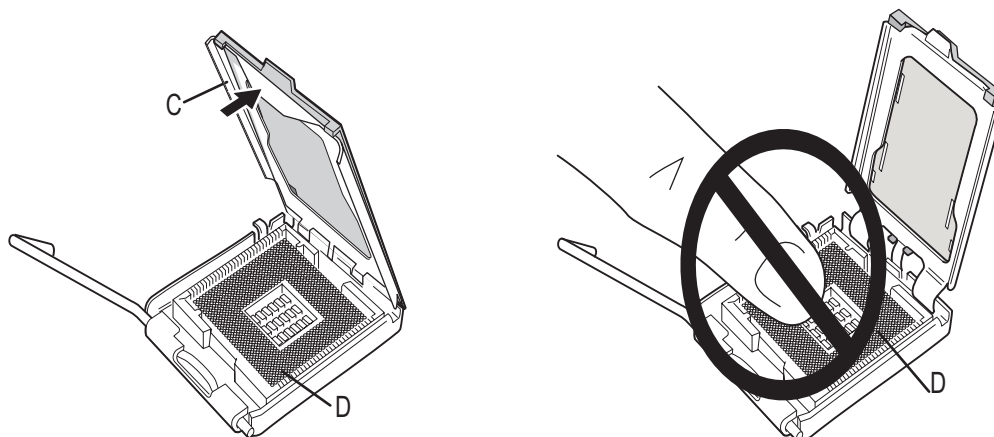

Abbildung 5. Montageklappe öffnen / Kontakte nicht berühren
3. Öffnen Sie die Montageklappe. Berühren Sie nicht die Kontaktstifte (siehe Abbildung 5, C und D).